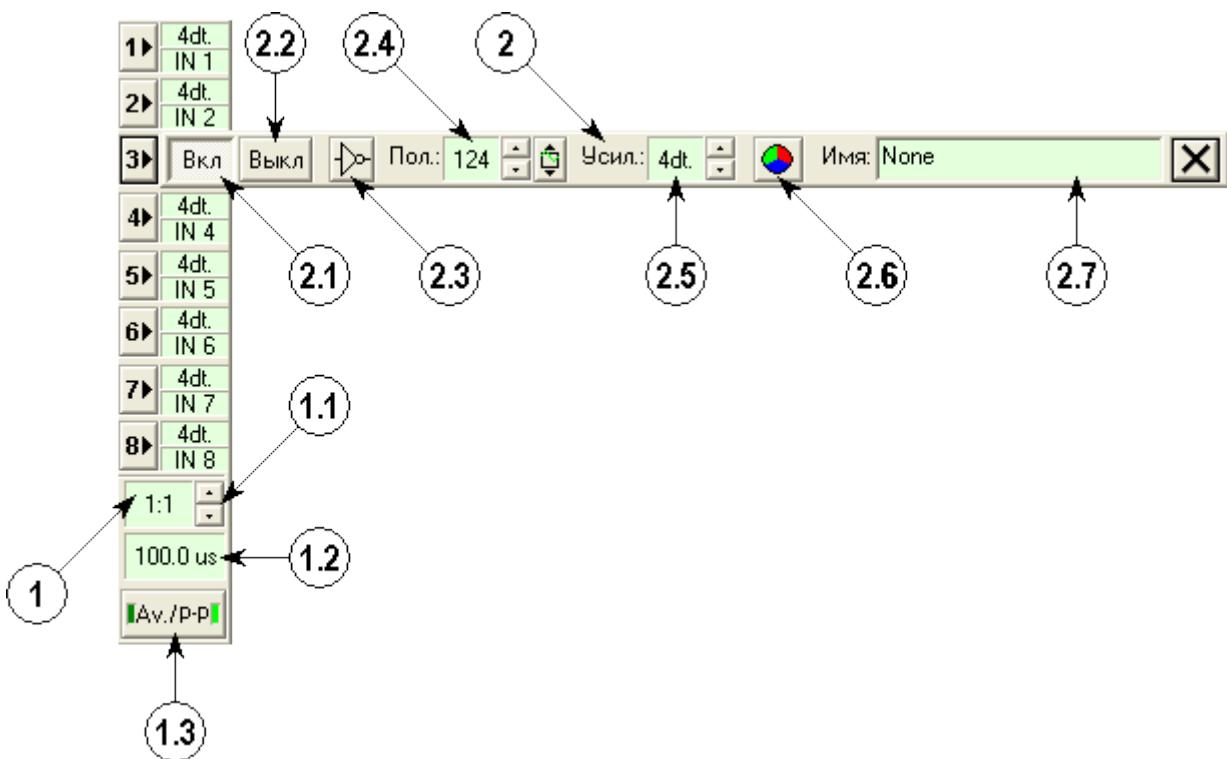
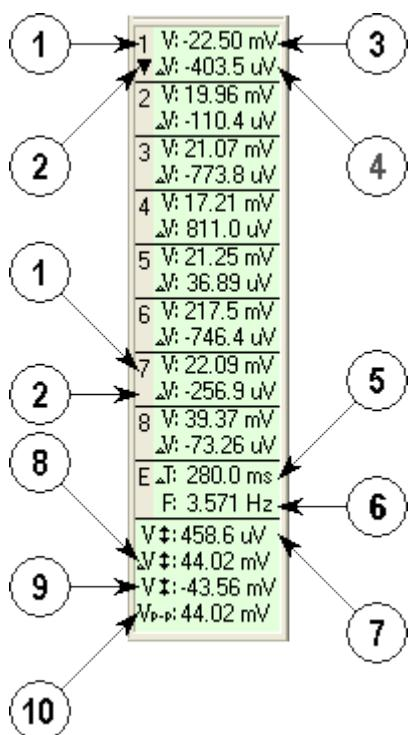
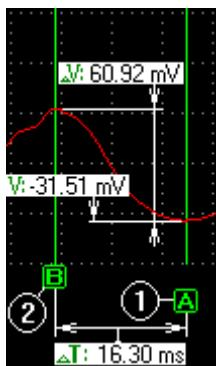
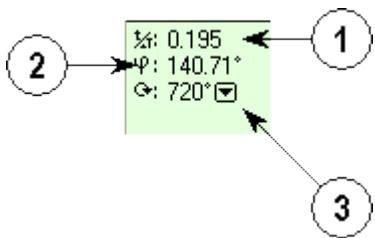

Рис. 7. Панель управления [1] и панель управления канала [2] в режиме просмотра бинарных файлов.
Рис. 8. Измерительная панель:
Рис. 9.
Рис. 11. Элемент отображения скважности и фазы измерительной панели:
Как и в режиме осциллографа (анализатора) управление параметрами отображения сигналов осуществляется при помощи панели управления, расположенной в левой части экрана (по вертикали). Вид данной панели приведен на рис. 7 указатель [1].
Для изменения параметров канала используется панель настройки канала. Данная панель изображена на рис. 7 указатель [2].
Панель позволяет (рис. 7 указатели [2.x]):
Для лучшей визуализации низкочастотного сигнала или его низкочастотной составляющей панель управления позволяет "сжать" сигнал во временном интервале. Данную функцию выполняет элемент "Текущее сжатие" (рис. 7 указатель [1.1]). При использовании режима сжатия (значение сжатия выше 1:1), режим отображения информации изменяется элементом панели управления режим отображения сигнала см. рис. 7 указатель [1.3]. Его функции идентичны соответствующему элементу панели управления в режиме осциллографа (анализатора) см. п. 3.4.
Текущее значение интервала времени на деление измерительной сетки отображается элементом "Время/дел" см. рис. 7 указатель [1.2].
Проведение измерений возможно в реальном режиме времени осциллографа (анализатора), а также при работе с записанным бинарным файлом. Программа позволяет производить измерения среднего (пикового) значений напряжения и разности напряжений, а также временного интервала и частоты. Все измерения осуществляются при помощи измерительной панели (см. рис. 8) и маркеров (см. рис. 9).
Далее, по направлению вниз, расположен элемент, который отображает временной диапазон (T), ограниченный маркерами "A" – "B", и соответствующую ему частоту ($1/T$) см. рис. 9.
- 3 – текущее среднее напряжение для канала 1 в точке, на которую указывает маркер "A" (см. рис. 9);
- 4 – текущая средняя разность напряжений для канала 1 в точках, заданных маркерами "A" и "B" (см. рис. 9);
- 5 – интервал времени Т между маркерами "A" и "B" (см. рис. 9);
Как показано на рис. 9: напряжение определяется по маркеру "A" (1), разность напряжений соответствует разности напряжений между точками, на которые указывают маркеры "A" (1) и "B" (2).
Элементы указатели [7], [8], [9], [10] рис. 8 активизируются только при работе с аналоговыми данными на определенных развертках в режиме осциллографа или при использовании опции сжатия (сжатие $> 1:1$ см. рис. 7 указатель [1.1]) в режиме просмотра бинарного файла. Эти элементы отображают информацию только по "выбранному" каналу. Он помечается "стрелкой вниз" в левой части прямоугольника, отображающего его средние значения (см. рис. 8 указатель [2]).
Для измерения параметров скважности и фазы сигналов, измерительная панель снабжена элементом для отображения скважности и фазы рис. 11. Данный элемент отображается вместо элемента, отмеченного на рис. 8 указателями [7], [8], [9], [10].
Для изменения номера канала, по которому отображается информация в элементе (рис. 8 указатели [7], [8], [9], [10]) необходимо переместить курсор мыши на номер устанавливаемого канала (рис. 8 указатель [1]) и нажать левую клавишу мыши. Активировать или де активировать элемент скважности и фазы можно при помощи опции меню "Отображать => Расширенная изм. информация для => временных парам." или поместить курсор мыши на элемент временных параметров (рис. 8 указатели [5], [6]) и нажать левую клавишу мыши. Чтобы сменить текущий предел градусной сетки необходимо переместить курсор мыши на стрелку вниз справа от значения текущего предела градусной сетки (рис. 11 указатель [3]) и нажать левую кнопку мыши. Затем выбрать нужное значение из списка.
Окно активизируется опцией меню "Отображать => Индикатор значения => Канал <номер канала>" или двойным щелчком мыши на элементе требуемого канала измерительной панели (см. рис. 8 указатели [3], [4]).
Для облегчения функции навигации, а также для возможности внесения комментариев, характеризующих ключевые участки осцилограммы, в систему отображения осцилограммы добавлено использование маркеров-закладок. Каждый маркер привязан к заданному положению во временной шкале осцилограммы. Установка или удаление маркера осуществляется следующим образом: измерительный маркер (1) см. рис. 9 устанавливается в требуемую позицию, затем при помощи опции меню "Закладки => Установить/Убрать" или кнопкой панели инструментов устанавливается или удаляется маркер. Эту же функцию выполняет сочетание клавиш Ctrl+F2. Если в заданной позиции маркер отсутствовал, он устанавливается, в противном случае – удаляется. Для просмотра всего списка маркеров в программе предусмотрено окно списка маркеров рис. 19. Данное окно активизируется опцией меню "Закладки => Показать все" или кнопкой панели инструментов. Подробно об окне списка маркеров см. ниже.